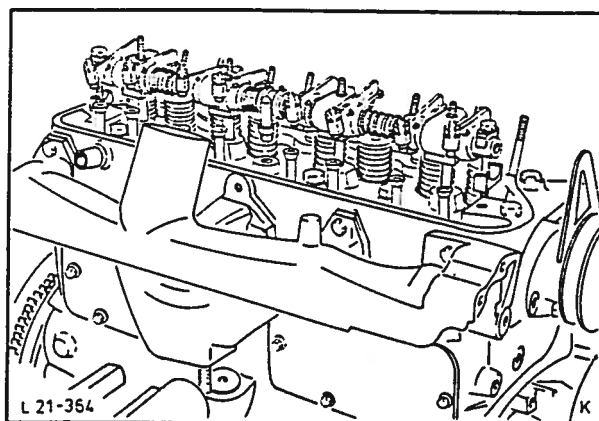

Fig. 82 Monteringsdiagram for vippearmaksel.
58. Påfør olje på stotstengene og monter dem i samme ventilløftere som tidligere. Sett inn oljetilførselens tetningsring. Når vippearmakselen monteres må man sørge for at det er en klaring på 0,1 mm (0,004") mellom de ytre vippearmene og stottene, fig. 82. Trekk til vippearmakselens spesialbolter med verktøy 21-087 med angitt moment.